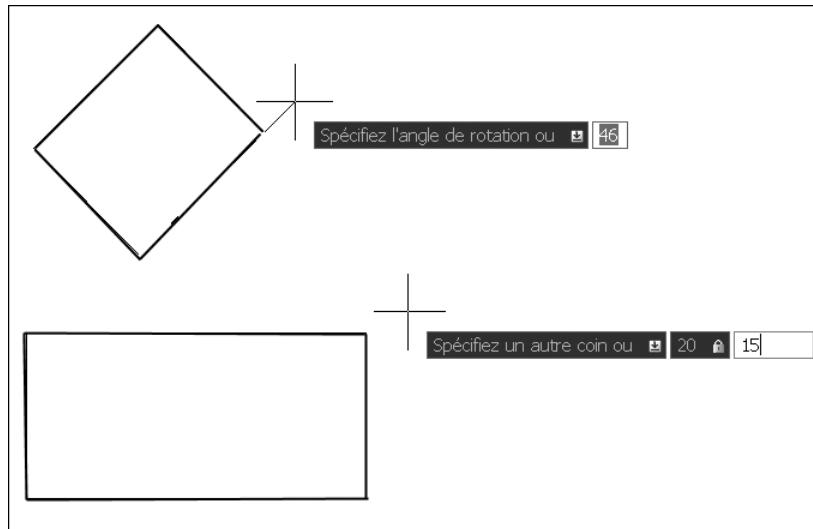

Fig.4.35
- Exécuter la commande de dessin du rectangle à l'aide d'une des méthodes suivantes (fig.4.35):